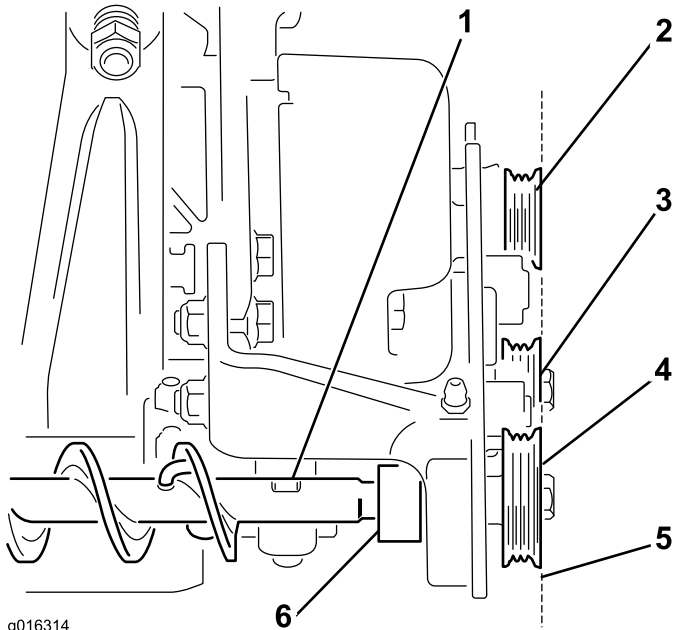

Figure 9
- A. Alignez la poulie menée sur les poulies de tension et d'entraînement en déplaçant la brosse d'avant en arrière entre les supports gauche et droit ; voir Figure 9.